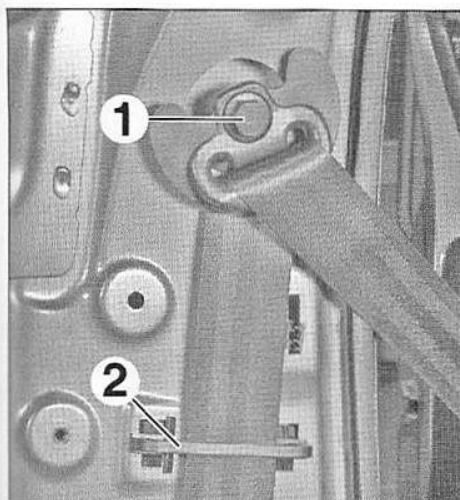

FIG.27
- Déposer (Fig.27) :
- la vis (1),
- le guide (2).